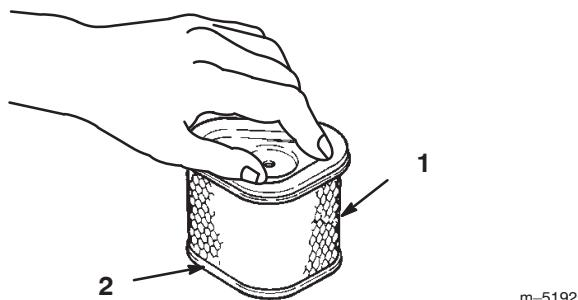

Figure 19
1. Vérifiez que l'élément n'est pas déchiré ou couvert d'une pellicule grasse, et que le joint de caoutchouc n'est pas endommagé (Fig. 19).